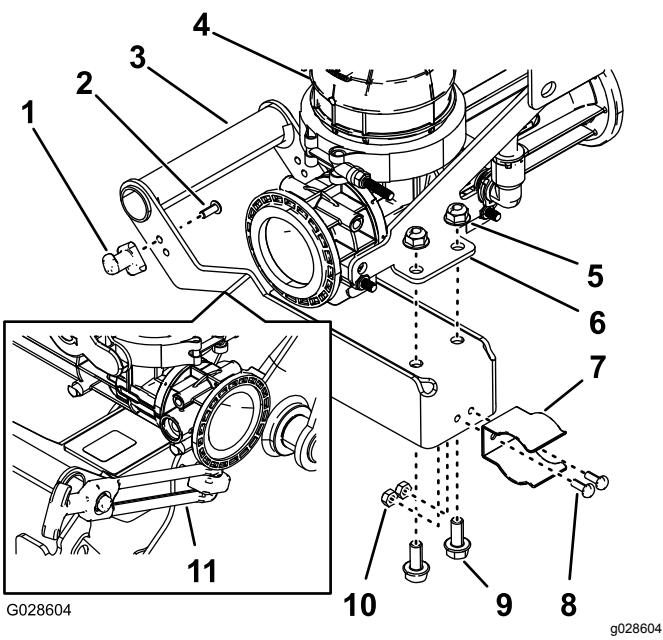

Рисунок 21
1. Присоедините стойку защелки к рукоятке эдуктора (Рисунок 21) с помощью двух винтов с внутренним шестигранником (#, 10-24 x 1/2 дюйма).
2. Установите пружинный хомут на рукоятку защелки (Рисунок 21) с помощью двух болтов (№ 10-24 x 1/2 дюйма) и двух контргаек (№ 10-24).
3. Установите рукоятку на монтажную пластину эдуктора (Рисунок 21) с помощью двух болтов с фланцевыми головками (5/16 x 3/4 дюйма) и фланцевых контргаек (5/16 дюйма).